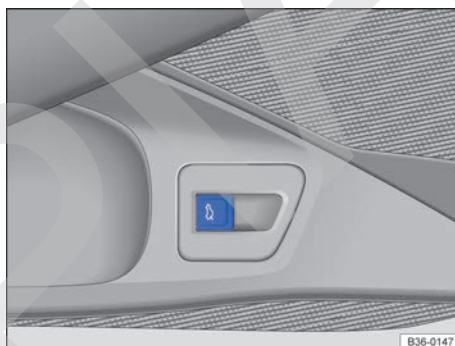

Fig. 81 En la puerta del conductor: tecla de desbloqueo del portón del maletero.
- **O BIEN:** tire hacia arriba de la tecla  situada en la puerta del conductor → fig. 81.